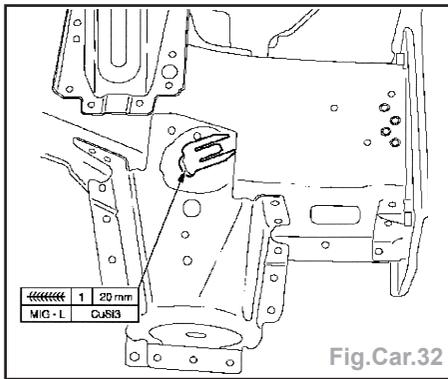

Fig.Car.32
- Adapter le support de fiche de faisceau de câbles et le souder (Fig.Car.32).